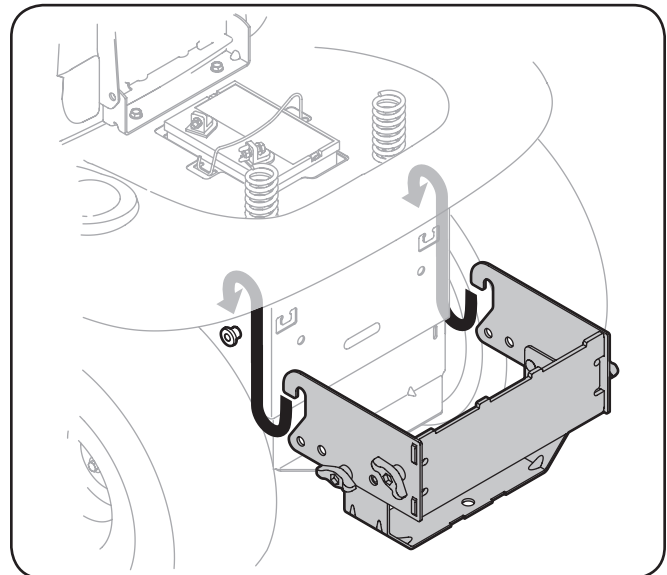

Figura 4-5
1. Coloque los extremos con gancho de la unidad de montaje sobre los pernos con reborde, como en la Figura 4-5, en el tractor y alinee el orificio central de la ménsula de soporte de enganche con el orificio del enganche del tractor.